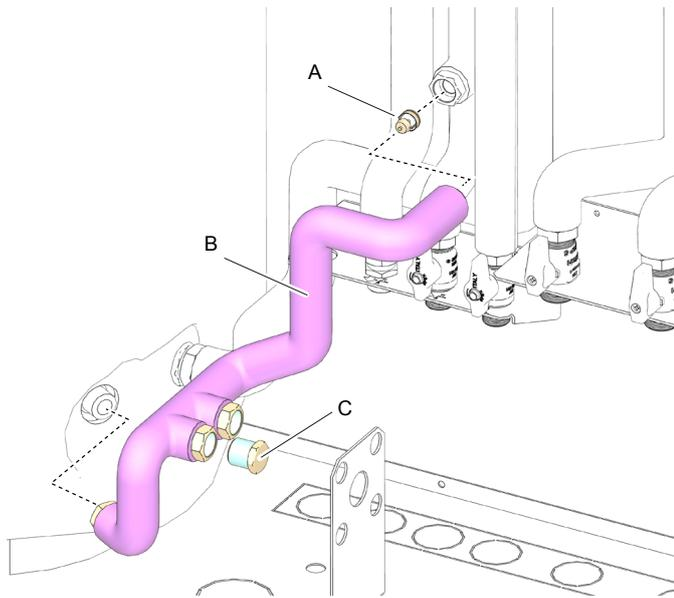
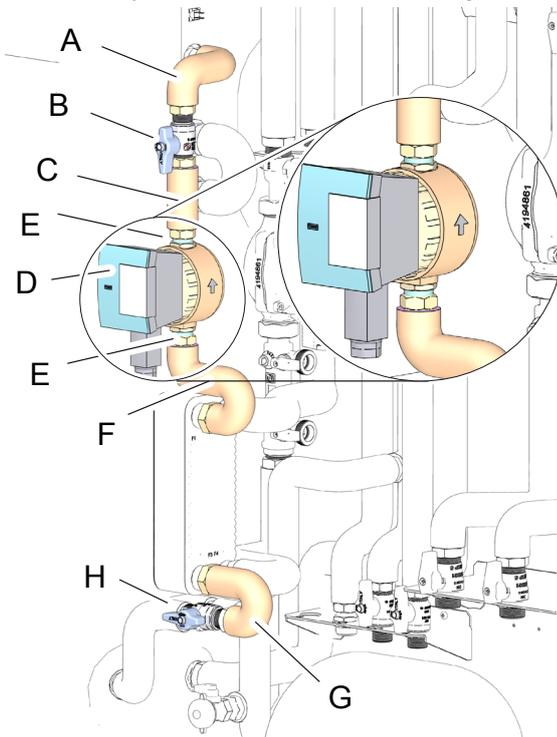

Abb. 38 -
Abb. 51 -
Montieren Sie das Rückschlagventil (Det. A "Abb. 38 -"), die Rohrleitung 3841T910 (Det. B "Abb. 38 -") und achten Sie dabei darauf, die Kappe vorzumontieren (Det. C "Abb. 38 -"). Achten Sie darauf, für jede Anschlussstelle eine Flachdichtung einzusetzen.
- Rohrleitung Code 3841T260 (Det. A "Abb. 51 -")
- Absperrventil AG/AG (Det. B "Abb. 51 -")
- Rohrleitung Code 3841T270 (Det. C "Abb. 51 -")
- Warmwasserumwälzpumpe STAR-Z NOVA (Det. D "Abb. 51 -"), wobei darauf zu achten ist, sie mit dem auf dem Pumpenkörper aufgedruckten Pfeil nach oben gerichtet zu montieren
- Anschlussnippel (Det. E "Abb. 51 -")
- Rohrleitung Code 3841T280 (Det. F "Abb. 51 -")
- Rohrleitung Code 3841T290 (Det. G "Abb. 51 -")
- Hahn AG/AG (Det. H "Abb. 51 -"), wobei darauf zu achten ist, die vormontierte Kappe zu demontieren (siehe "Abb. 38 -" auf Seite 21).